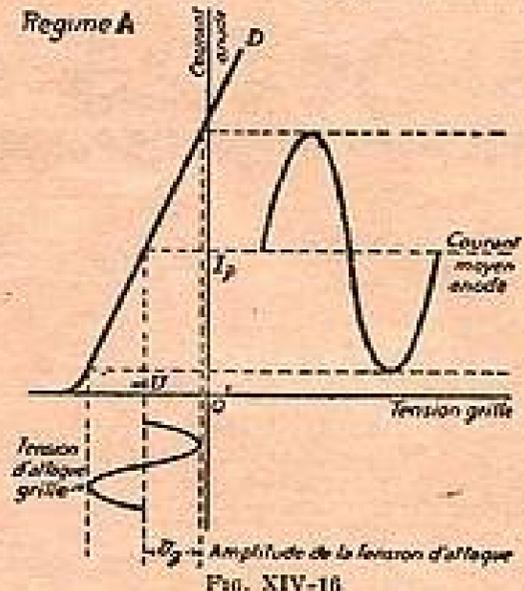

FIG. XIV-16
**1° Classe A (fig. XIV-16).**